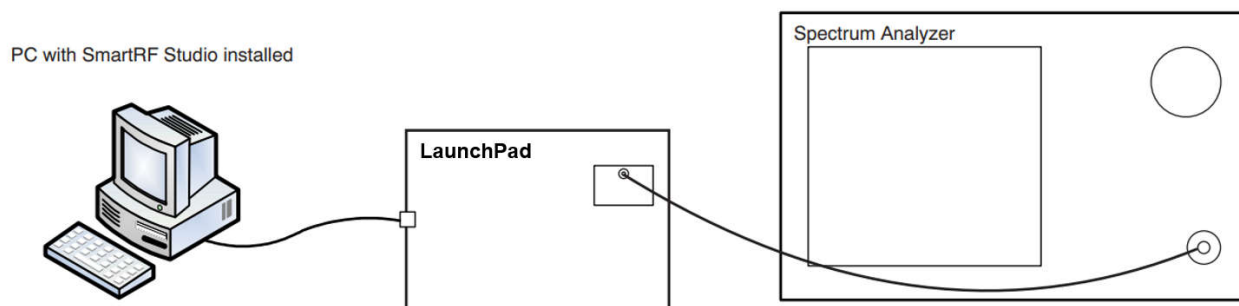
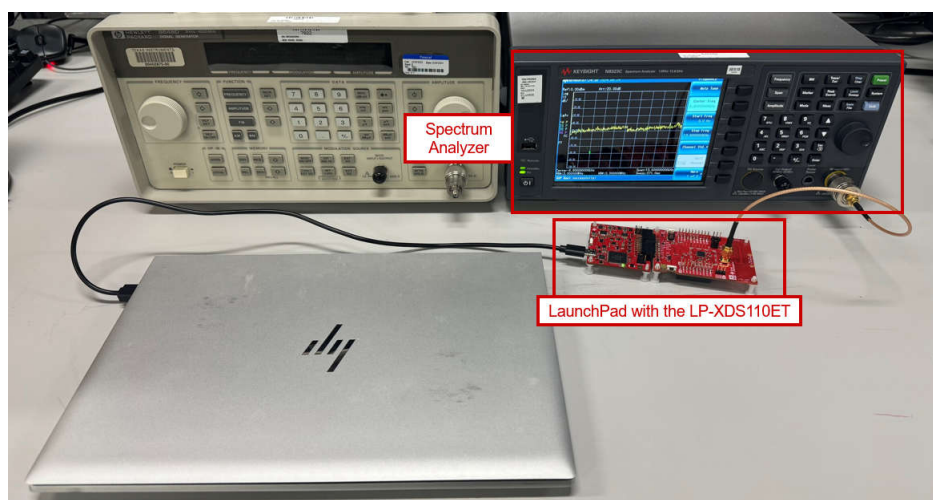
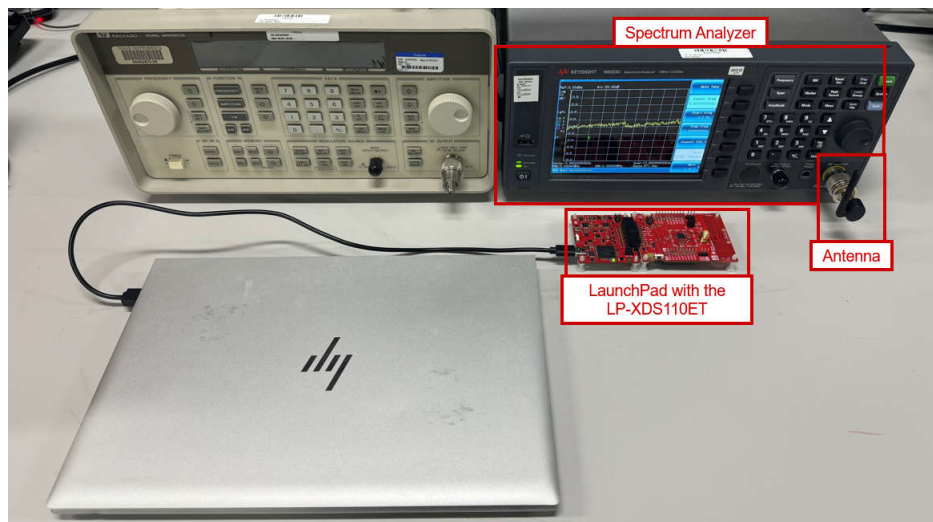

図 7-13. 送信中心周波数オフセット テスト設定図
図 7-14. SMA コネクタを使用した送信中心周波数オフセット テストのベンチ設定
図 7-15. アンテナを使用した送信中心周波数オフセット テストのベンチ設定
**テスト条件:** 図 7-13 に、送信中心周波数オフセット テストの設定を示します。
- ステップ 1: 図 7-13 および 図 7-14 に示すように、またはアンテナを使用する場合は 図 7-15 に示すように機器を接続します。